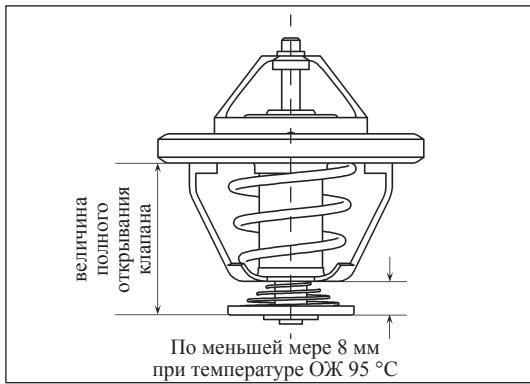

Рис. 10-5-6. Проверка открытия клапана термостата
- в) Проверить открывание клапана термостата, как изображено на рис. 10-5-6.